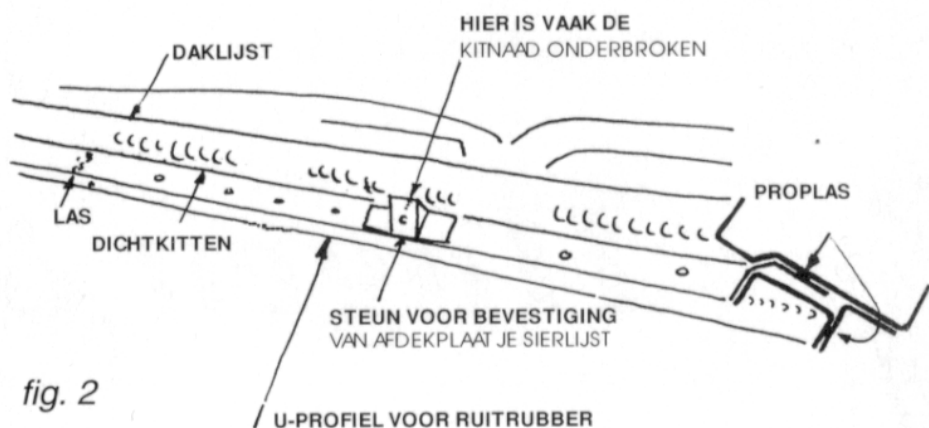

fig. 2
Het dakrandprofiel boven de voorruit is samengesteld uit een aantal gezette staalprofielen (fig 2+3) welke doormiddel van puntlassen aan elkaar zijn verbonden.
Uit bestudering van fig. 2 blijkt dat voor het verwijderen - en daarna weer plaatsen - van U-profiel (6) en hoekprofiel (7) het nodig is het dak te verwijderen. Omdat onderhands lassen gemakkelijker is zijn de puntlassen tussen daklijst (5) en hoekprofiel (7) van boven af uit-